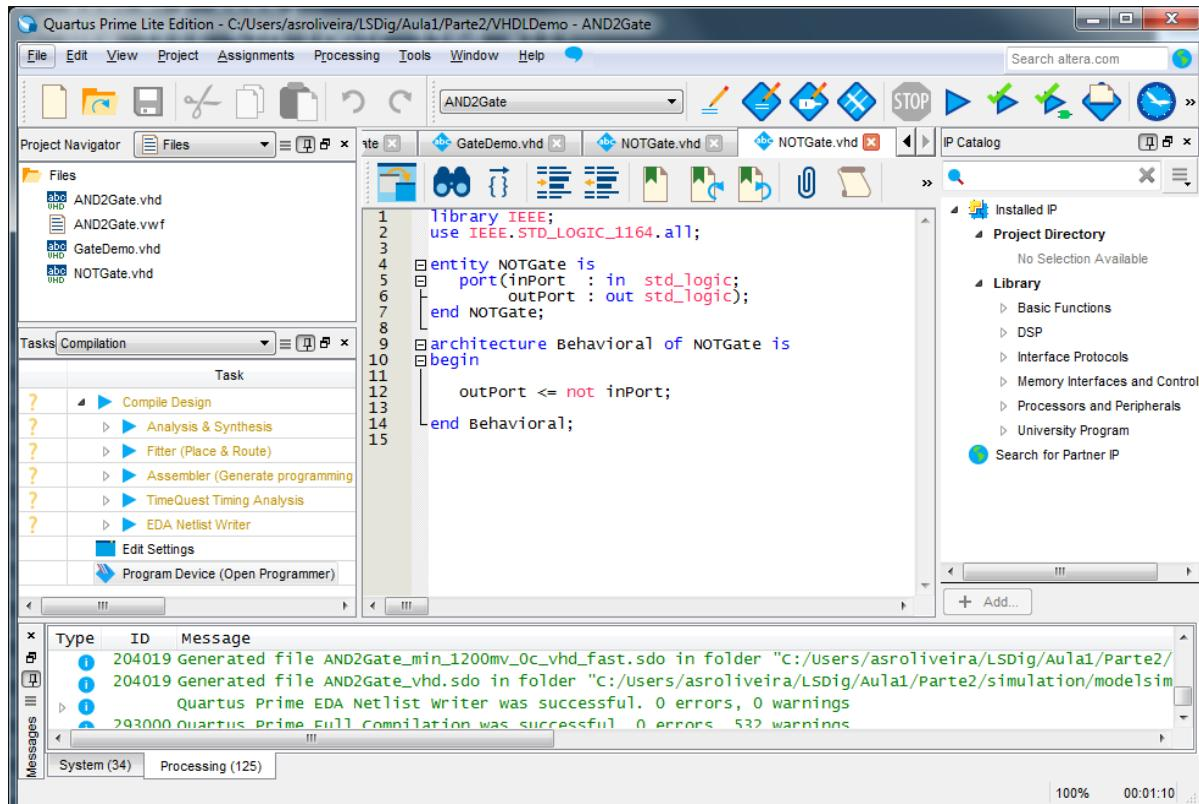

Figura 45 – Código fonte do inversor (“NOTGate.vhd”).
**17.** Crie um novo ficheiro VHDL, contendo o código fonte correspondente a um inversor e no final grave com o nome “NOTGate.vhd” (Figura 45).